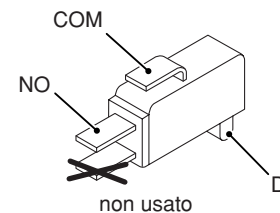

fig. 4
- 2) Misurare la resistenza elettrica tra i contatti marcati COM e NO (fig.4). Il contatto deve essere aperto (resistenza elettrica infinita Ω).